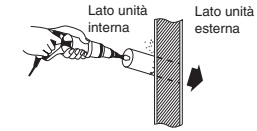

Fig. 3-77
- (4) Con una fresa, una sega a tazza o un trapano con punta da taglio forare la parete nel punto stabilito. Si prega di vedere la tabella 4 e Fig. 3-77.